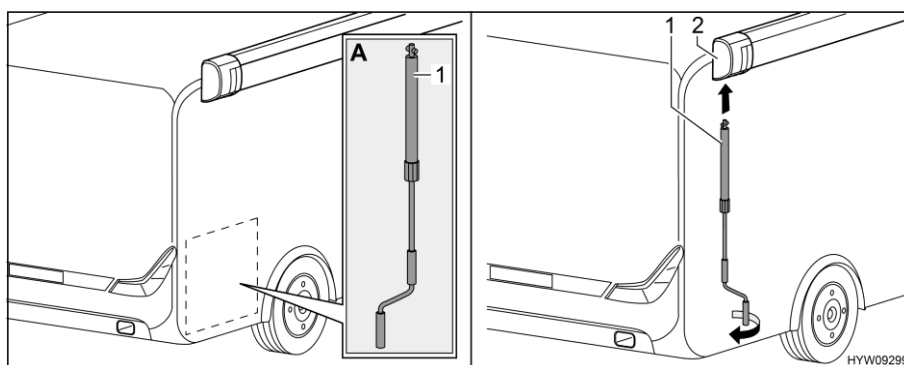

Bild 46 Montera veven
- Ta ut veven (Bild 46,1) ur det bakre lastutrymmet (Bild 46,A).
- Sätt veven i markisens bajonettfäsnings (Bild 46,2).